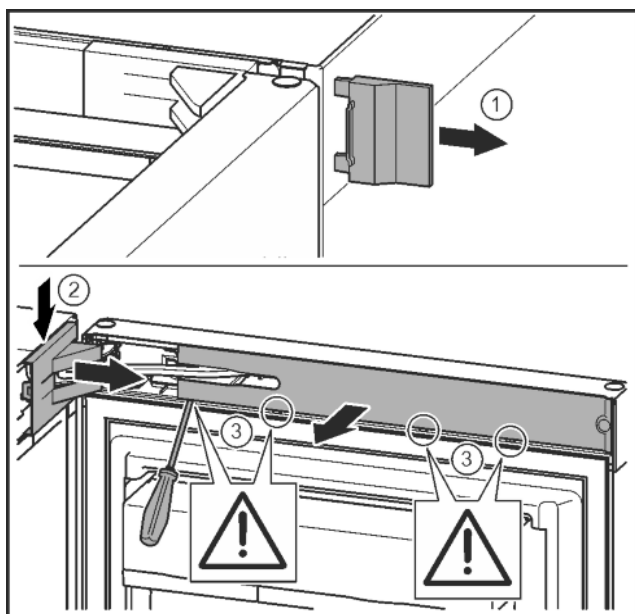

Fig. 7
- Снять внешнюю крышку. Fig. 7 (1)
- При помощи отвёртки освободить крышку опорного кронштейна и отсоединить. Снять крышку опорного кронштейна. Fig. 7 (2)
- Шлицевой отвёрткой вывести накладку из зацепления и отвести в сторону. Fig. 7 (3)